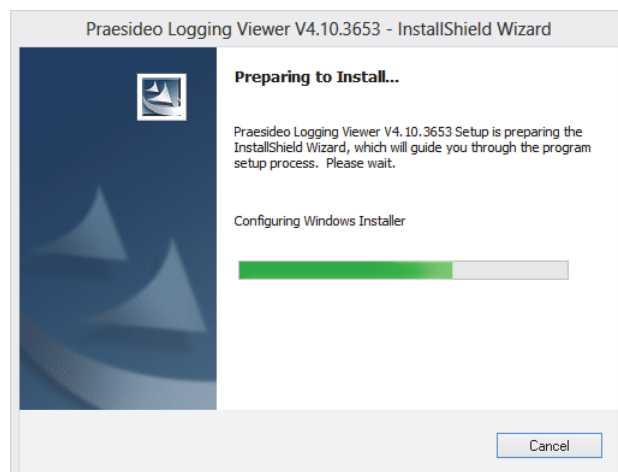

figure 59.1: Configuration de l'afficheur de consignation
- 3 Cliquez sur le bouton *Open* pour lancer le programme de configuration de *Logging Viewer*. Un écran semblable à celui illustré à la figure 59.1 s'affiche.